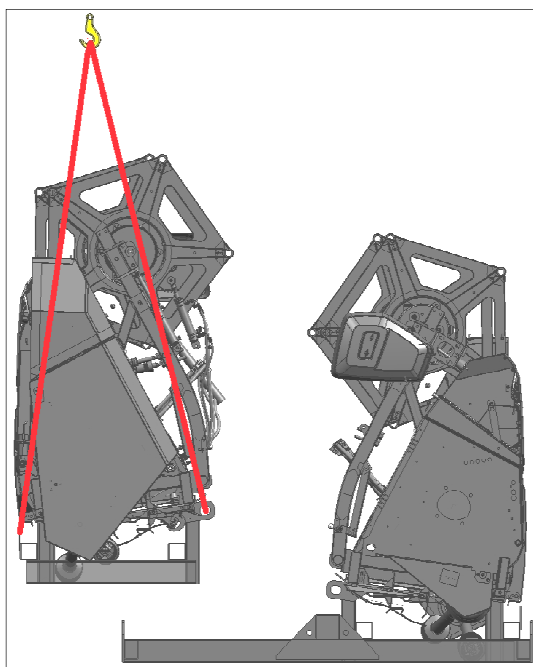

Рисунок 8.15
- 2) установить жатку в общую подставку (рисунок 8.15);